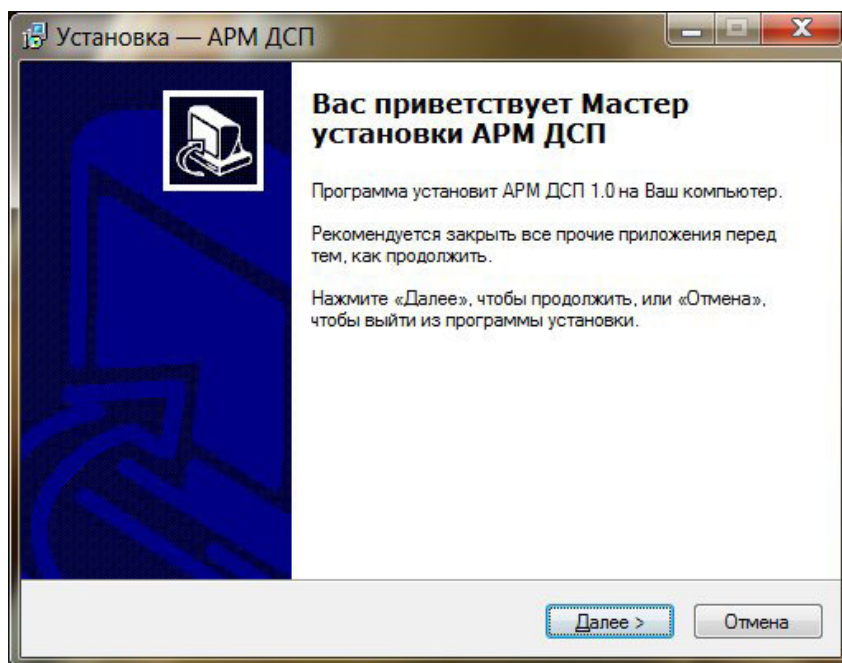

Рисунок 24 – Окно установки АРМ ДСП-АБ
5. На экране появляется окно «Установка – АРМ ДСП» (Рисунок 24). В открывшемся окне нажимаем кнопку «Далее».